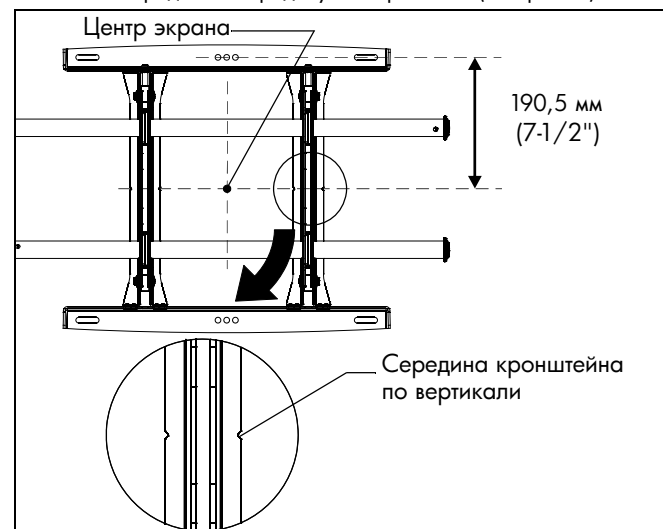

рис. 5
3. Совместите прорези на креплении с отметкой середины экрана, чтобы определить середину по вертикали. (См. рис. 5)